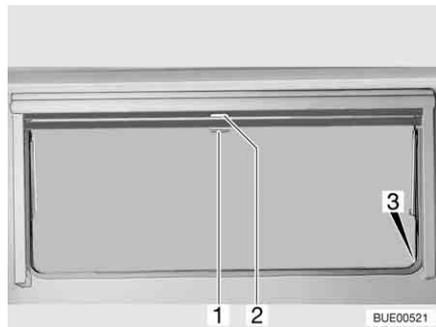

Fig. 72 Ventana abatible
- Tirar del asidero (Fig. 72,2) de la persiana oscurecedora enrollable hacia abajo. Cuando la persiana oscurecedora enrollable se cierre por completo, encajarla en el bloqueo (Fig. 72,3) a ambos lados del marco de la ventana.
- Cuando la persiana oscurecedora enrollable está completamente cerrada: Presionar el tirador (Fig. 72,2) hacia abajo y tirarlo ligeramente hacia dentro. Desenganchar la persiana oscurecedora enrollable de los bloqueos a izquierda y derecha del marco de la ventana.
- Cuando la persiana oscurecedora enrollable se encuentre en una posición intermedia: Tirar ligeramente del asidero (Fig. 72,2) hacia abajo, hasta que se hay soltado el bloqueo.
- Tirar hacia abajo de la mosquitera enrollable (Fig. 72,1) y engancharla en el bloqueo (Fig. 72,3) a ambos lados del marco de la ventana.
- Presionar el tirador (Fig. 72,1) hacia abajo y tirarlo ligeramente hacia dentro. Desenganchar la mosquitera enrollable de los bloqueos a izquierda y derecha del marco de la ventana.